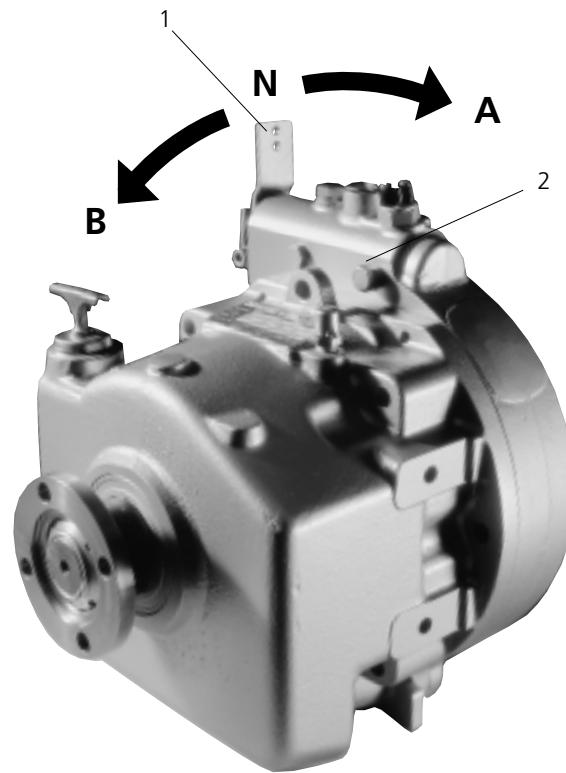

Fig. IV-1 **ZF 45 C - ZF 63 C - 88 C**
The transmission is shifted by actuating the shifting lever (fig. IV-1, item 1) at the control block (fig. IV-1, item 2).
*La trasmissione è azionata con lo spostamento della leva (fig. IV-1, pos. 1) situata nel blocco di comando idraulico (fig. IV-1, pos. 2). Posizioni di funzionamento:*
Le changement de marche s'effectue en actionnant le levier (fig. IV-1, repère 1) du bloc de commande (fig. IV-1, repère 2).
*Das Getriebe wird mit dem Schalt-hebel (Pos. 1, Bild IV-1) am Steuer-block (Pos. 2, Bild IV-1) geschaltet.*